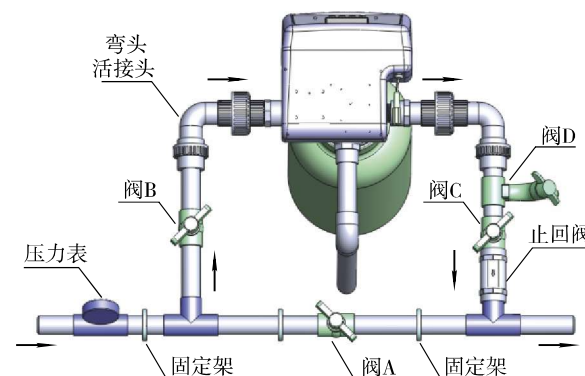

图1-2
② 安装进出水管
- a、如图1-2所示,在进水端安装压力表;